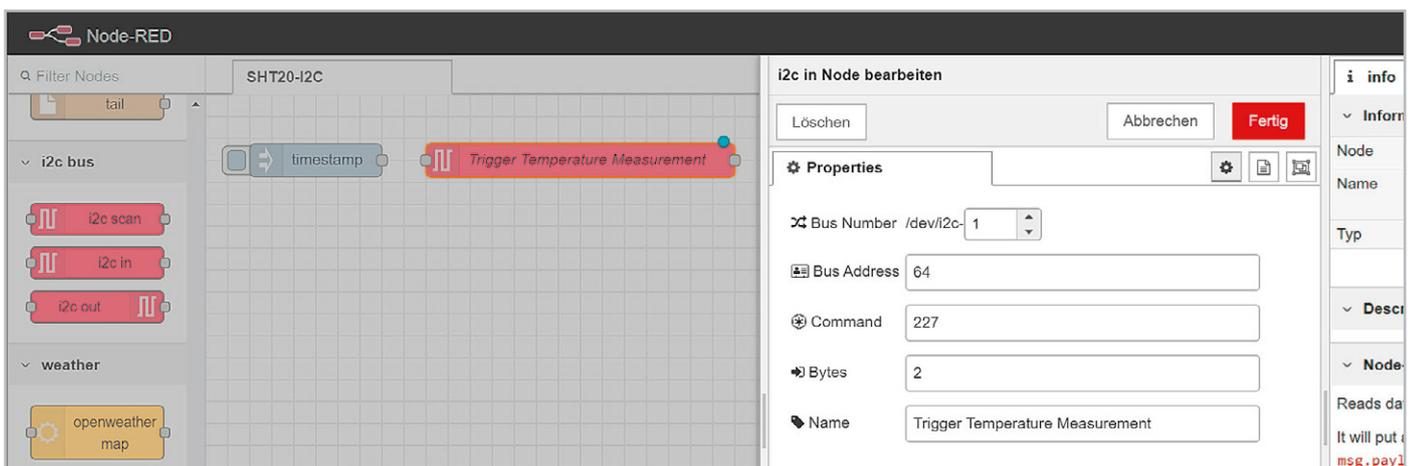
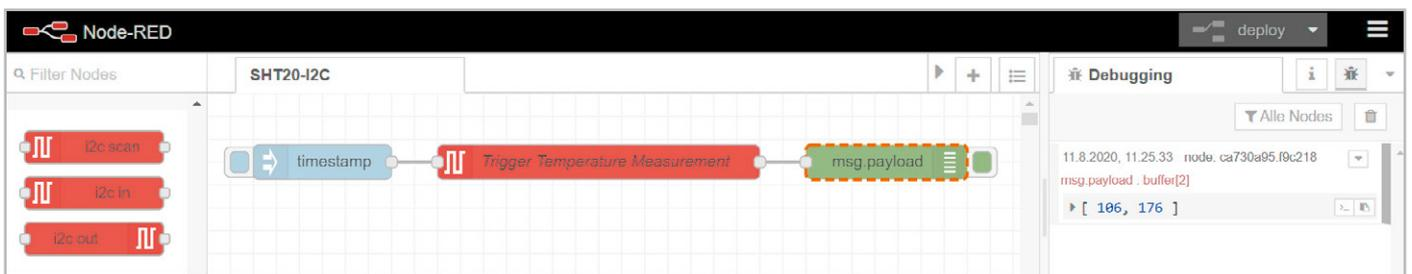

Bild 13: Konfiguration des i2c-in-Node
Bild 14: Ausgabe der Temperaturmessung
Figure 14 Transmission Stop condition (P) - a low to high transition on the SDA line while SCL is high. The Stop condition is a unique state on the bus created by the master, indicating to the slaves the end of a transmission sequence (bus is considered free after a Stop).
Wir öffnen nun unseren i2c-in-Node, setzen die entsprechenden Werte (Bild 13) ein und geben dem Node einen Namen. An den i2c-in-Node hängen wir vorerst einen debug-Node, verbinden alle Knoten und deployen den Flow. Stoßen wir nun per inject-Node eine Messung an, bekommen wir als Ergebnis eine Ausgabe mit zwei Werten – unseren MSB und LSB der Temperaturmessung (Bild 14). Im speziellen Fall die Werte [106, 176].